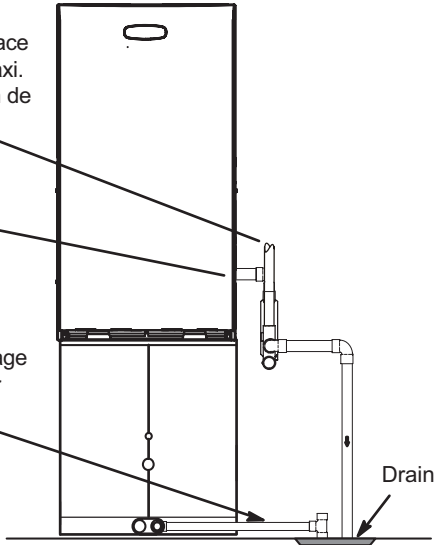
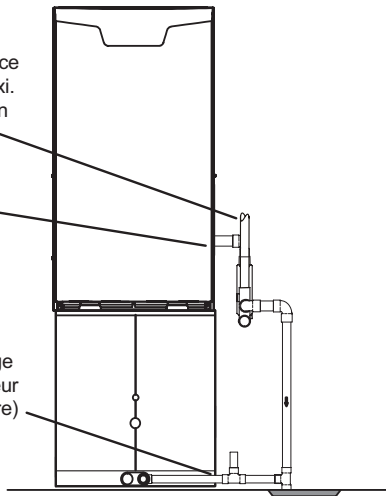

FIGURE 51
FIGURE 52
- 5 - La FIGURE 51 montre l'appareil et le serpentin d'évaporateur utilisant un drain séparé. Si nécessaire, la conduite de condensat de l'appareil et celle du serpentin d'évaporateur peuvent s'écouler ensemble. Voir FIGURE 52 et FIGURE 53. L'évacuation fournie sur place doit avoir une longueur comprise entre 1 po minimum et 2 po maximum au-dessus du raccord de sortie du drain de condensat.